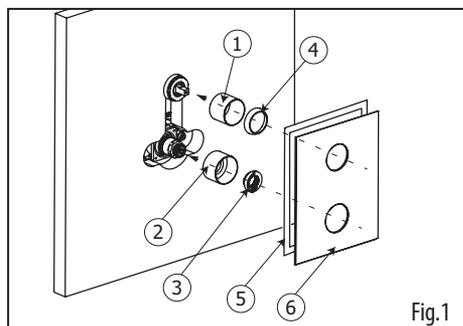

Fig.1
Before installing the trim (6), thread on the cylinders (1 & 2) to the thermo cartridge body and the diverter valve. Afterwards, thread on the sleeve (4) onto the diverter body (Fig.1). Insert and position the temperature limit stopper (3) as illustrated (Fig.2).
Avant d'installer la plaque décorative (6), visser les cylindres (1 et 2) autour de la cartouche thermostatique et de la valve du déviateur. Ensuite, visser le dôme (4) à la valve du déviateur (Fig.1). Insérer et positionner le limiteur de température (3) à sa position tel qu'illustrée (Fig.2).